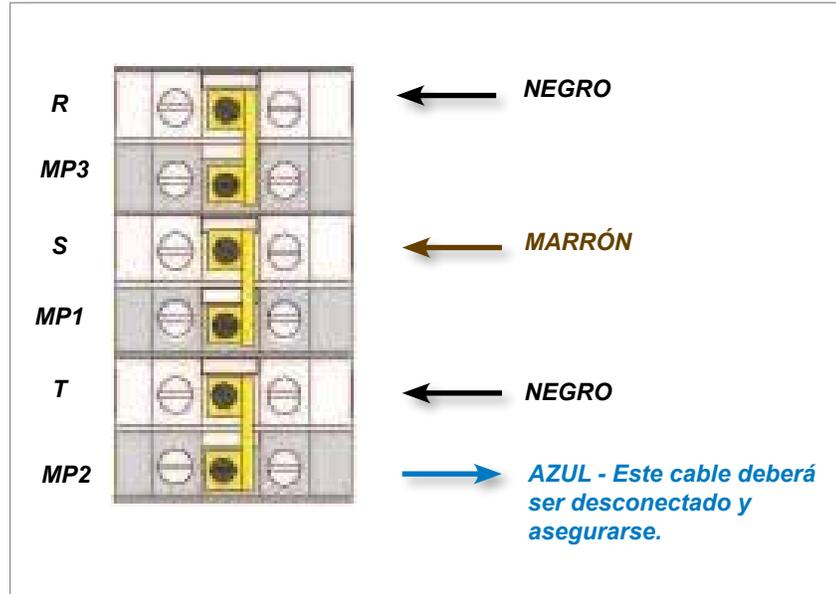

Figura 9-3 Retire la posición neutral que se muestra con la flecha azul
1. Retire el neutro (indicado por el conductor azul) en el terminal inferior derecho. Consulte la Figura 9-3.